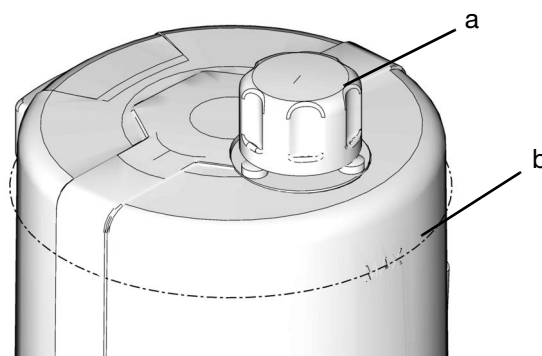

Рис. 31
- Не переполняйте бак (Рис. 31).